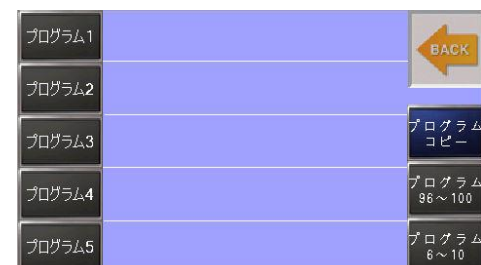

図 7-7
2) 画面が切り替わり、使用するプログラム番号を選択できるようになります(図 7-7)。画面左側に 1~5 番までのプログラム番号が表示されます。6 番以降のプログラム番号を選択する際は画面右下の **プログラム 6~10** を押して表示を切り替えてください。
(図7-7参照)
(図 7-7 参照)